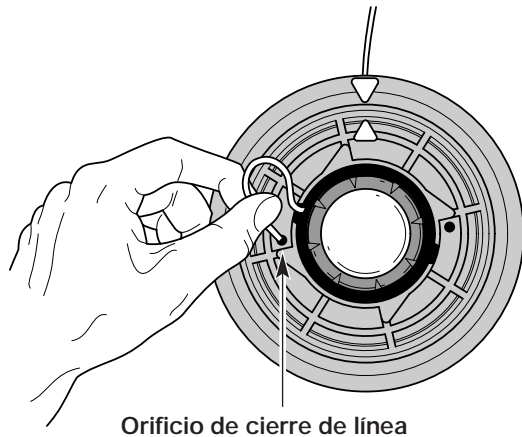

Fig. 22
5. Inserte la línea en el orificio de cierre (Fig. 22). No empuje la línea más de 1/2 pulgada (12.7 mm) dentro del orificio de cierre. Cuando la línea está bien insertada, formará un bucle pequeño (Fig. 22).